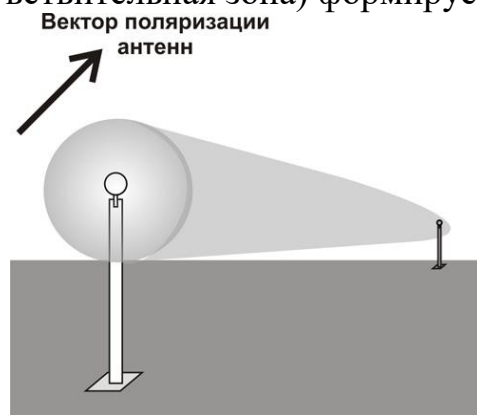
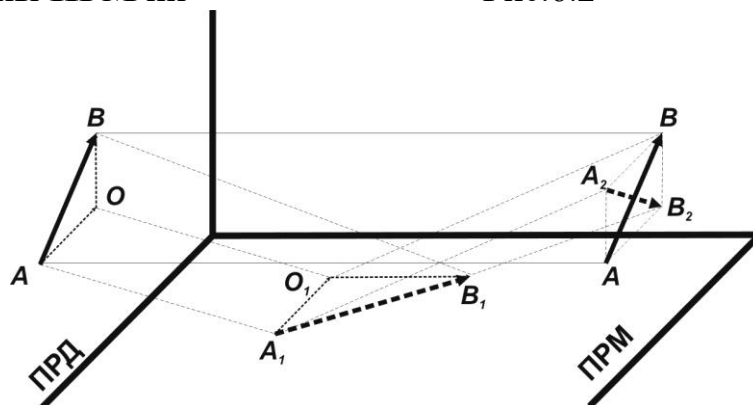

Рис.6.2
Рис. 6.3
6.1.1.2 Установка БПРМ и БПРД вертикально относительно поверхности земли (рис. 6.2) соответствует наклонной ориентации вектора поляризации антенн. Принцип работы извещателя с наклонной ориентацией вектора поляризации запатентован («Радиоволновой способ обнаружения объектов», Патент РФ №2348980). Плоско поляризованное электромагнитное поле (чувствительная зона) формируется между БПРД и БПРМ в виде вытянутого эллипсоида вращения, причем вектор поляризации АВ формируется под углом $\approx 45^\circ$ по отношению к прилегающим поверхностям (земле, заграждению и др., рис. 6.3). Отраженные от поверхностей волны (вектор A_2B_2) попадают на приемную антенну ПРМ под углом $\approx 90^\circ$ по отношению к ее собственному вектору поляризации АВ. В результате вклад отраженного сигнала в суммарный сигнал на выходе приемной антенны ПРМ ничтожно мал. В отсутствии в ЗО заграждения или других посторонних отражающих предметов, на БПРМ попадают только прямые от БПРД сигналы, а отраженные нарушителем сигналы поступают на БПРМ с вектором поляризации перпендикулярным собственному вектору поляризации приемной антенны и «невидимы» для БПРМ. Зоны Френеля не образуются и не участвуют в сигналообразовании, что приводит к значительному сужению ЗО. Приближение блоков к поверхности земли или приближение к блокам снежного покрова приводит к появле-